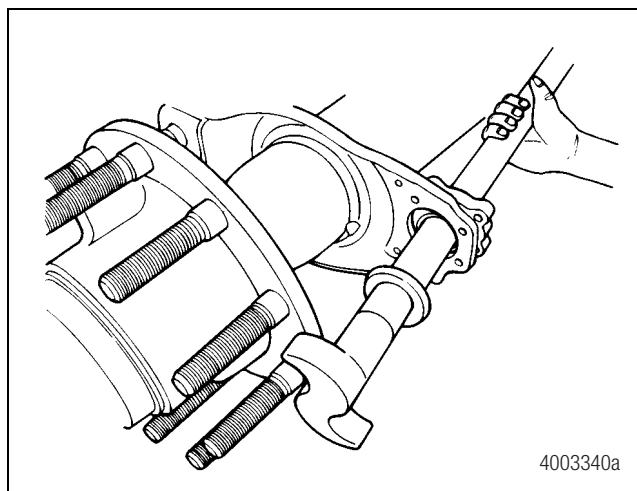

Figura 11.59
4. Mueva el cabezal del eje de levas en sentido contrario a la línea central del eje, de modo que franquee la brida de la maza y, luego, tire del eje de levas para sacarlo de los portabujes. Figura 11.59.